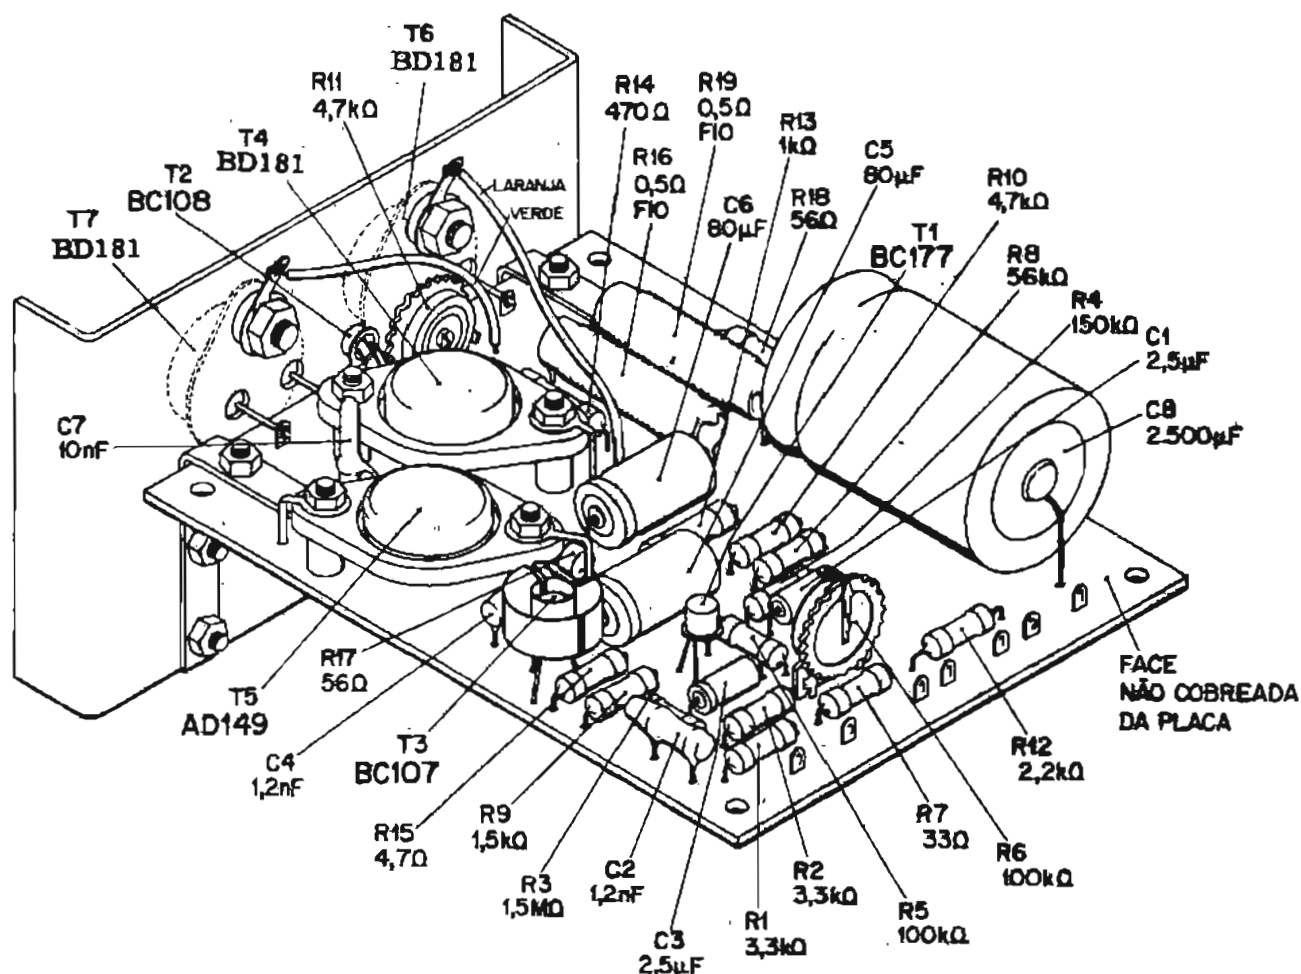

Figura 6 - Vista de conjunto do módulo amplificador concluído.
A posição de cada componente está indicada na face não cobreada da placa. A figura 6 mostra a disposição correta das peças.
Efetue as operações na seguinte ordem, orientando-se pela figura 6:
- 3 - Coloque e solde os 11 resistores de 1/4 W: R_1 , R_2 , R_3 , R_4 , R_5 , R_7 , R_8 , R_9 , R_{10} , R_{12} e R_{15} . Oriente-se pela figura 6.
- 8 - Alinhe e coloque os terminais de T_2 (BC108) como indicado na placa. Solde-os. Em seguida, incline o corpo do transistor para fora da placa até que ele fique em posição horizontal. Veja figura 6.
- 9 - Introduza e solde os terminais dos potenciômetros R_6 de $100 k\Omega$ e R_{11} de $4,7 k\Omega$ nos furos correspondentes. Ajuste o cursor de R_6 na posição central (o ressalto do disco plástico dentado deve apontar para cima, conforme figura 6). O cursor de R_{11} deve ter o ressalto de referência orientado no sentido da seta assinalada na placa.
- 16 - Coloque e solde o capacitor cerâmico C₇, "pin-up" de 10 nF, na posição indicada na figura 6.
- 17 - Descasque 5 mm das extremidades dos fios de cor verde e laranja. Orientando-se pela figura 6, solde o fio laranja ao terminal de T₆ e o fio verde ao terminal de T₇. Corte o fio verde com 6 cm de comprimento e o fio laranja com 8 cm. Descasque 5 a 10 mm das extremidades dos dois fios. Encaixe o fio verde no ponto marcado com "COL 7" na placa de fiação e solde. Repita a operação com o fio laranja que deverá ser ligado ao ponto "COL 6".
Cuidado para não entortar os terminais do transistor. (Veja figura 6).
- Se todos os componentes estão na posição assinalada na figura 6.